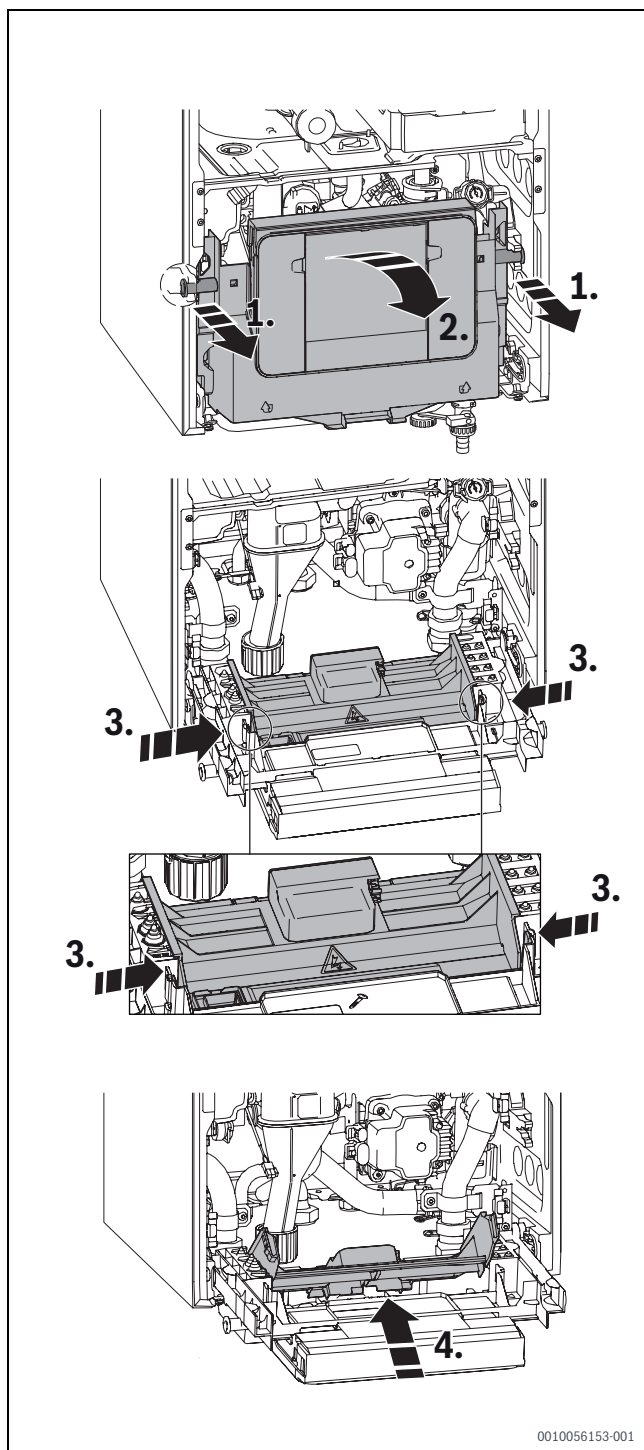

Bild 62 Steuergerät öffnen
- Steuergerät nach unten klappen (→ Bild 62).